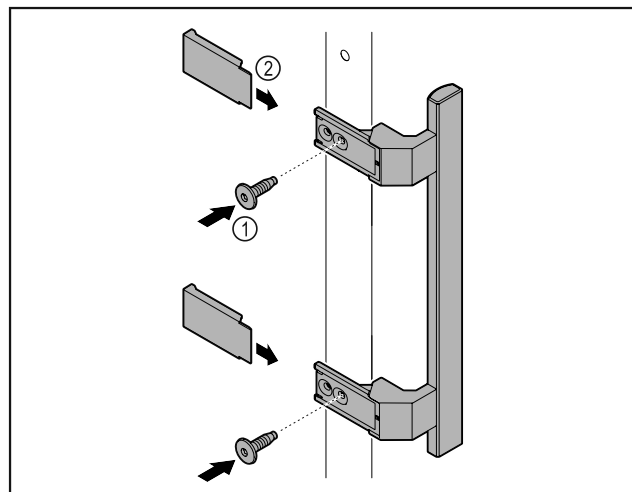

Fig. 2
- ▶ Montera handtaget från tillbehörspaketet på dörren med de skruvar Fig. 2 (1) som medföljer.
- ▶ Sätt på skyddet Fig. 2 (2).